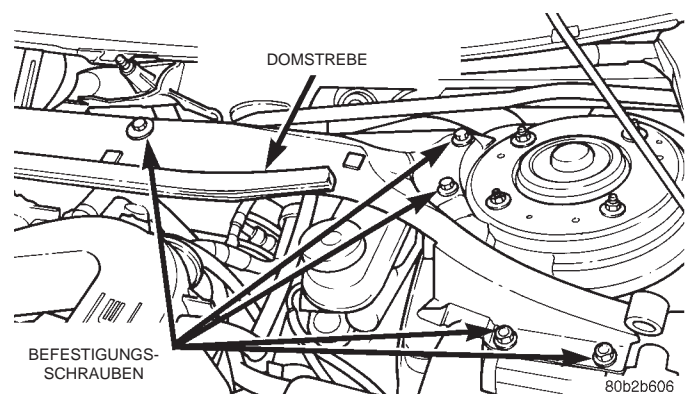

Abb. 13 Domstrebe ausbauen
(2) Beide Wischerarme wie in diesem Kapitel beschrieben abbauen.
(3) Die neun Befestigungsschrauben der Windlaufverkleidung lösen. Näheres hierzu siehe Kapitel 23, "Karosserie".
(4) Befestigungsschraube der Wischereinheit oben an der Domstrebe lösen.
(5) Die acht Befestigungsschrauben an der Domstrebe lösen (Abb. 13). Näheres hierzu siehe Kapitel 23, "Karosserie".